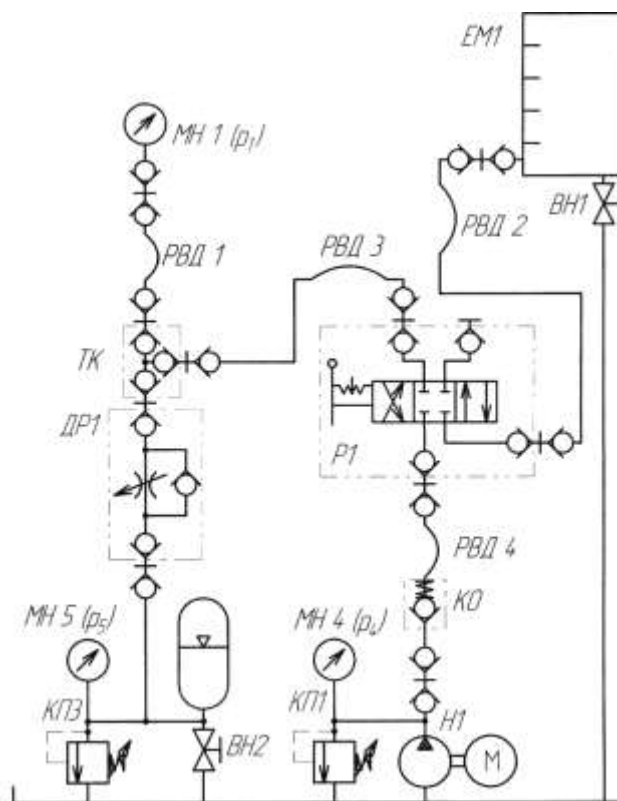

Рисунок 7 – гидросхема с аккумулятором
1. Собрать на учебном стенде гидравлическую схему в соответствии с принципиальной схемой (рисунок 7). Открыть кран ВН1. Закрыть кран ВН2.
1. Выполнить чертеж гидравлической схемы рис.7 и проставить буквенно-цифровое обозначение.
2. Собрать на гидравлическом стенде схему рис.7, заполнить таблицу 2.